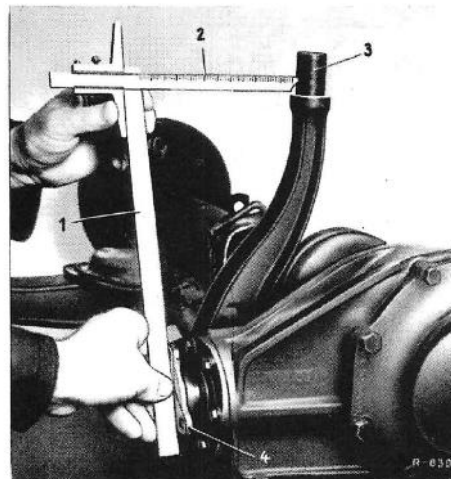

Bild 35-5/8
20 Hintere Gummiring (9) zwischen Beilagscheibe (8b) und Tragrohre aufziehen (Bild 35-5/5).
21 Kontrollabstand „a“ zwischen der Fläche des Gelenkflansches und dem Träger (1) für die Hinterachsaufhängung (Maß siehe Arb.-Nr. 35-0) einstellen (Bild 35-5/7 und Bild 35-5/8).
22 Winkel zwischen Träger und linkem Tragrohr prüfen. Der Träger muß mit dem linken Tragrohr, in Fahrtrichtung gesehen, einen rechten Winkel bilden (Bild 35-5/9).